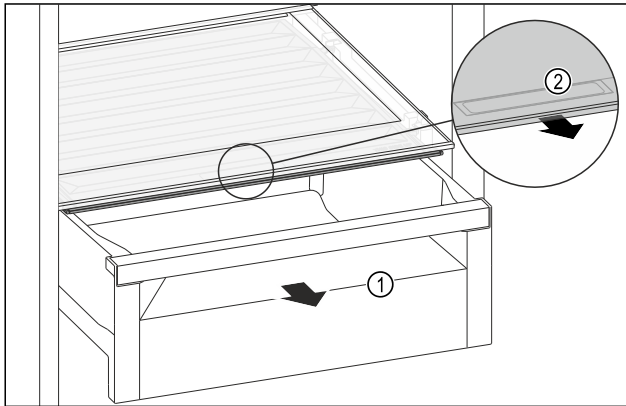

Fig. 175
- Estrarre il cassetto Fig. 175 (1).
- Afferrare la maniglia incassata Fig. 175 (2) sul coperchio dello scomparto e tirare allo stesso tempo in avanti il coperchio dello scomparto.